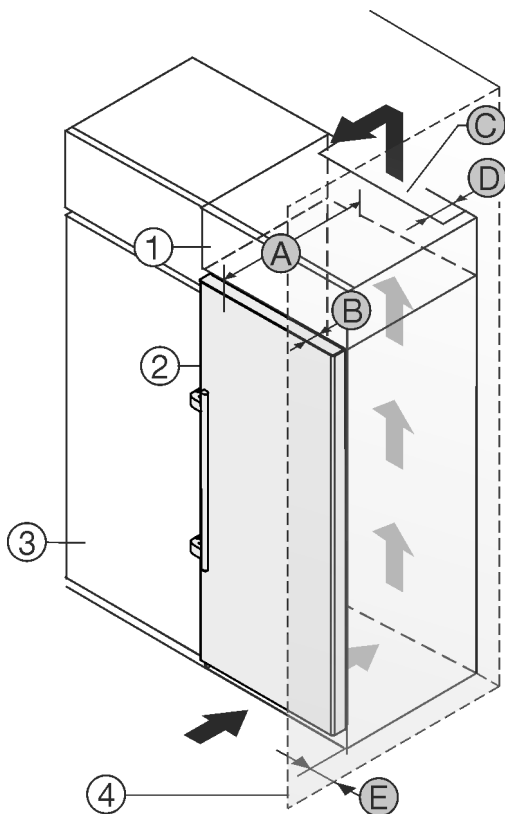

Fig. 2
Du kan opstille apparatet direkte ved siden af køkkenskabet Fig. 2 (3)*
På bagsiden af overskabet skal der være en ventilationskanal med dybden Fig. 2 (D) over hele overskabets bredde.*
Ventilationstværsnittet Fig. 2 (C) under rummets loft skal overholdes.*
Hvis apparatet opstilles med hængslerne ved siden af en væg Fig. 2 (4), skal afstanden mellem apparatet og væggen være mindst 57 mm . Dette svarer til det, som grebet rager frem, når døren er åben.*
For at døren kan åbnes helt, skal apparatet rage frem med dørens dybde Fig. 2 (B) i forhold til køkkenskabets forside. Apparatet kan rage mere ud afhængigt af køkkenskabenes Fig. 2 (3) dybde og anvendelsen af vægafstandsholdere.*